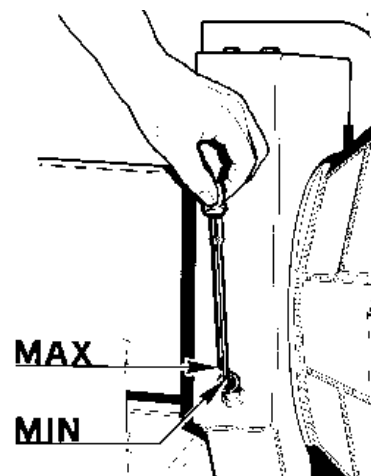

Fig.53
2. Contrôler une fois par mois le niveau de l'huile du réducteur (Fig.53). Le bras porte-arbre doit être complètement abaissé lorsque l'on réalise le contrôle.